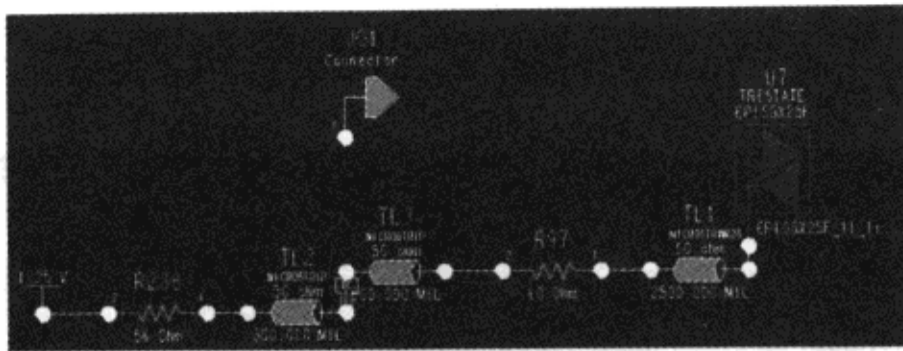

图 3-9-26 添加连接器
(7) 在 “Model Name” 列表框中选择 “Connector” → 在工作空间双击鼠标左键摆放 Connector，如图 3-9-26 所示。添加的该连接器相当于 PCB 中的 XU1 元件的引脚。